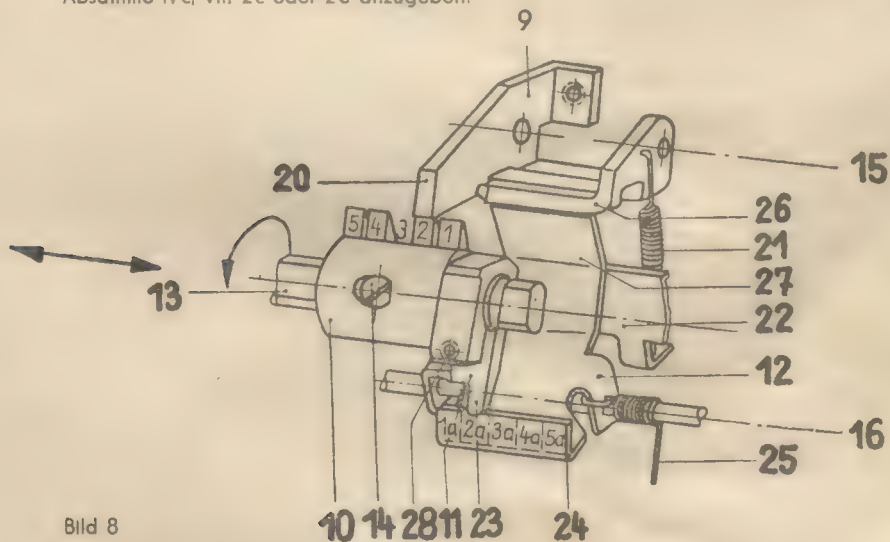

Bild 8
Die Nocken können mit einem lieferbaren Vorschneider Will 19578 entfernt werden. Beim Ausklinken der Register ist jeder Druck auf die Welle (13) zu vermeiden, weil dadurch ein Verkleben auftreten kann. Nach dem Entfernen der Nocken darf der Betätigungsfinger (20) (siehe Bild 8) nicht schleifen oder verkleben. Weiterhin ist darauf zu achten, daß die Übertragungsglieder, von der Rinne (5) zum Finger (18), nicht verbogen werden.
Die von den Auslösern (11) betätigten Klinken (12) (siehe Bild 8) lösen die von Register-
Auf der angedeuteten Achse (15) (siehe Bild 8) ist eine Schalteinrichtung (9) gelagert.
links verschoben; im Bild 8 entsprechend einer Zeigerstellung in Zone 2. Der Betätigungs-
Jede einzelne, mehrere oder alle Schalteinrichtungen lassen sich ohne zusätzliche Bauglieder als Impulsschalteinrichtungen herrichten. Hierzu muß der zur Schalteinrichtung gehörende Auslöser (11) (siehe Bild 8) nach Lockern der Schraube (28), deren Kopf im Bild sichtbar ist, entsprechend der gewünschten Schaltdauer, der Abtastfolge auf dem Register (10) verdreht und wieder verklemt werden. Durch Verdrehen des Auslösers (11) aus der Normalstellung (siehe Normalregelung) entgegen der Umdrehung der Welle (13) wird die Impulsdauer vergrößert. Sie läßt sich auf 5% bis 80% der Abtastfolge einstellen. Bei kombinierten Schaltungen, z. B. »ein« · »Impuls 20%« · »aus« · »Impuls 10%«, ist für jede Impulsdauer eine zusätzliche parallel zu schaltende Schaltröhre erforderlich.
Hier müssen die Einzelflächen der schrägen Betätigungsfläche (24) (siehe Bild 8) der Klinke (12) für die Zonen entfernt werden, in denen keine Schaltung durchgeführt werden soll (Schaltung »weder noch« \triangleq 0).